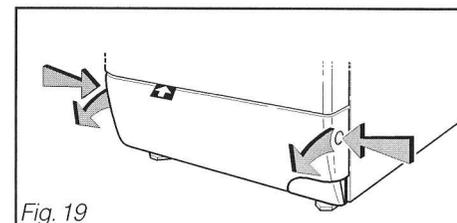

Fig. 19
– Retirez la plinthe (Fig. 19).